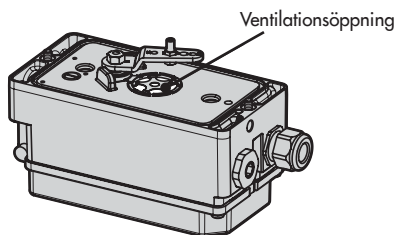

Fig. 5-1: Ventilationsöppning
- Försegla eller begränsa inte ventilationsöppningen (se Fig. 5-1) när enheten är installerad på plats..